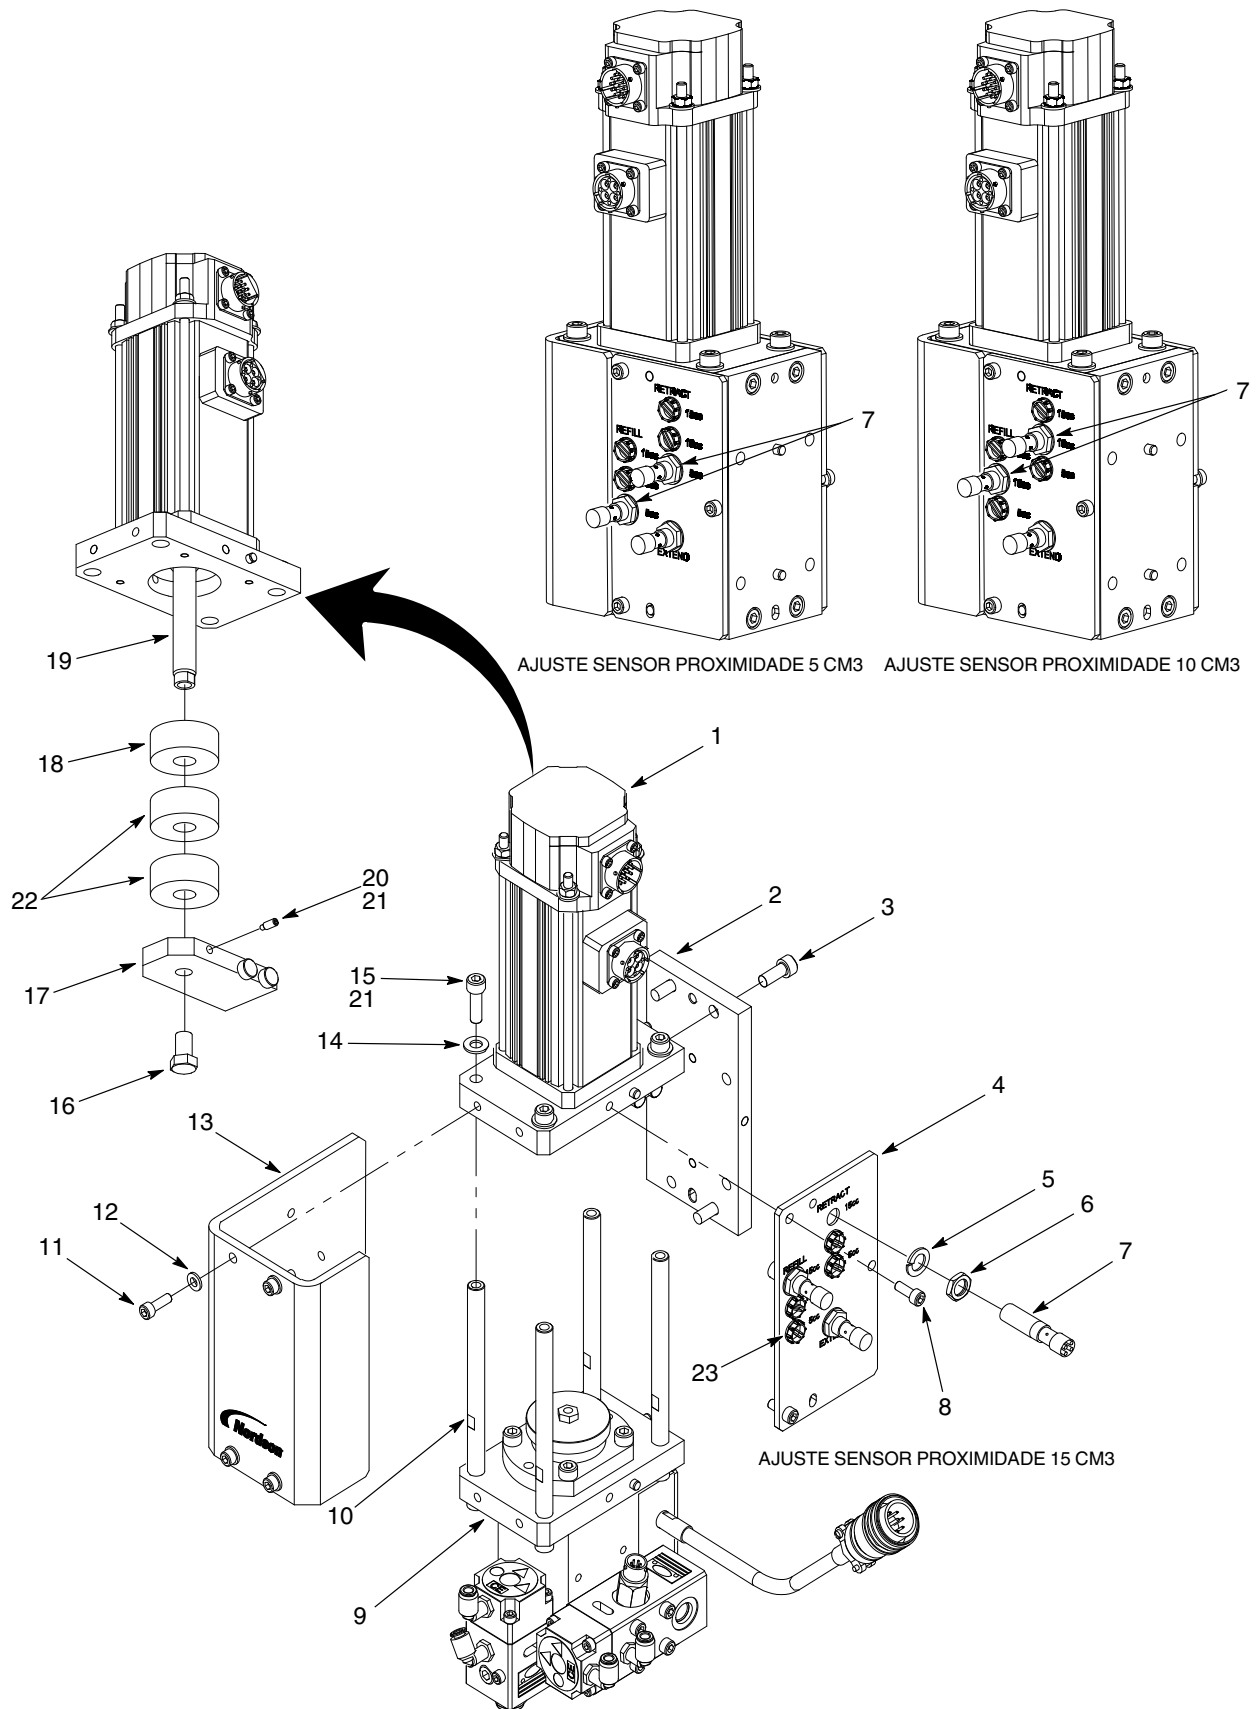
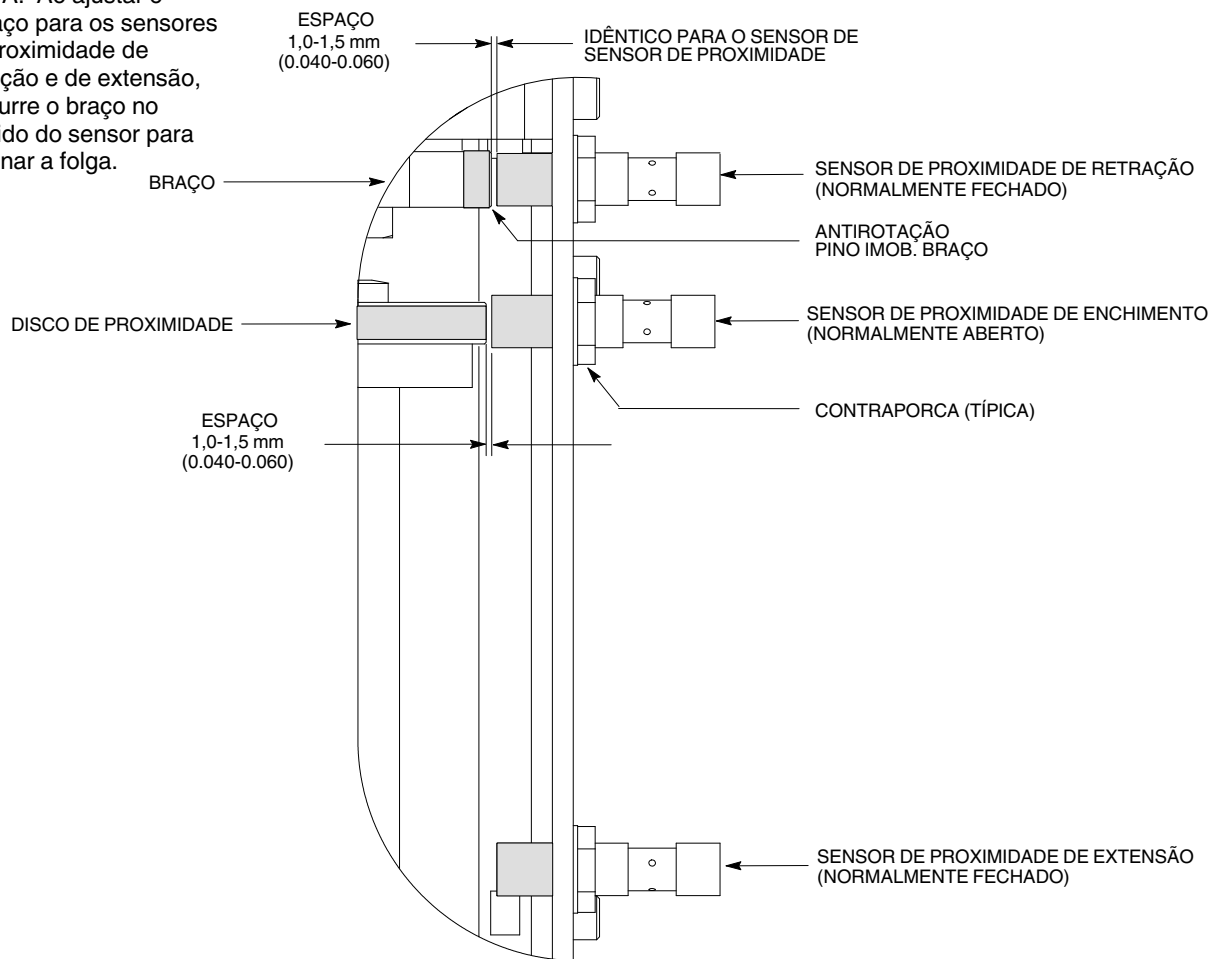

Figura 10 Reparações do atuador linear e de sensores de proximidade
Figura 11 Ajuste do sensor de proximidade
Para substituir o actuador linear, consulte a figura 10 e utilize o procedimento seguinte.
1. Consulte a figura 10. Certifique-se de que o actuador linear (1) se encontra na posição extraída para expor a haste (19).
2. Retire os parafusos (11) e as anilhas (12) que fixam a blindagem (13) ao actuador linear (1) e à flange do corpo (9).
3. Retire o parafuso (16) do braço anti-rotação (17). Desaperte os parafusos de fixação (20) e retire da haste (19) o braço anti-rotação.
4. Certifique-se de que em cada espaçador de alumínio (22) está montada uma junta tórica. Monte os espaçadores de alumínio na haste (19):
- a. Monte o braço anti-rotação (17) na haste (19), utilizando o parafuso (16). Aperte o parafuso à mão.
- b. Aplique Loctite 242 (21) às roscas dos parafusos de fixação (20). Coloque os parafusos de fixação no braço anti-rotação (17). Aperte os parafusos de fixação à mão.
- c. Aperte o parafuso (16) com 13,5 N•m (10 ft-lb). Aperte os parafusos de fixação (20) com 4 N•m (35 in.-lb).
6. Reponha os sensores de proximidade (7):
1. Consulte a figura 10. Desligue o cabo do sensor de proximidade (7).
2. Retire os parafusos (11) e as anilhas de segurança (12) que fixam a blindagem (13) ao actuador linear (1) e à flange do corpo (9).
3. Desaperte a contraporca (6). Retire o sensor de proximidade (7), a contraporca (6) e a anilha de segurança (5) da placa de proximidade (4).
4. Enrosque a contraporca (6) e a anilha de segurança (5) no novo sensor de proximidade (7).
1. Consulte a figura 11. Estenda ou retraia o actuador linear até o pino de imobilização do braço anti-rotação ficar diretamente atrás do sensor.
5. Consulte a figura 10. Monte a blindagem (13) no actuador linear (1) e na flange do corpo (9), utilizando as anilhas (12) e os parafusos (11). Aperte bem os parafusos.
1. Consulte a figura 11. Estenda o conjunto do êmbolo até o disco de proximidade ficar directamente atrás do sensor de proximidade.
3. Ligue o cabo ao sensor de proximidade (7).
4. Consulte a figura 10. Monte a blindagem (13) no actuador linear (1) e na flange do corpo (9), utilizando as anilhas (12) e os parafusos (11). Aperte bem os parafusos.